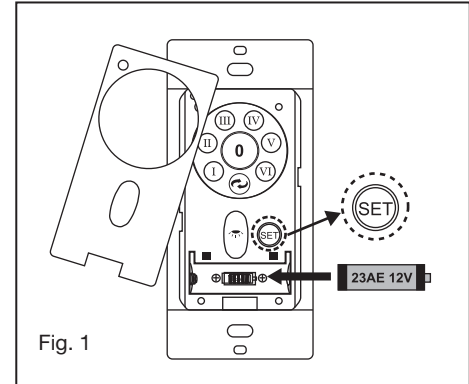

Fig. 1
- 1 Retirez la plaque murale existante et l'ancien interrupteur du boîtier de prise murale. (Fig. 1)
- 5** Bouton de réglage du code "SET": Suivez les étapes ci-dessous pour utiliser le bouton de réglage. (Fig. 1)